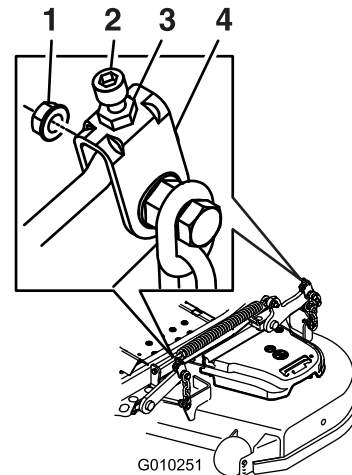

Figura 86
16. Gire el tornillo de ajuste hasta obtener una altura de 8,3 cm (3-1/4 pulgadas) (Figura 86).